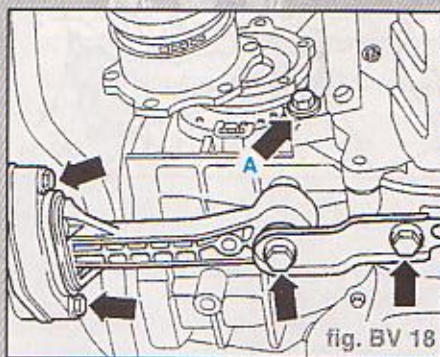

fig. BV 18
- Visser la vis (flèche A) de fixation supérieure pour moteur/boîte de vitesses (fig. BV 18).